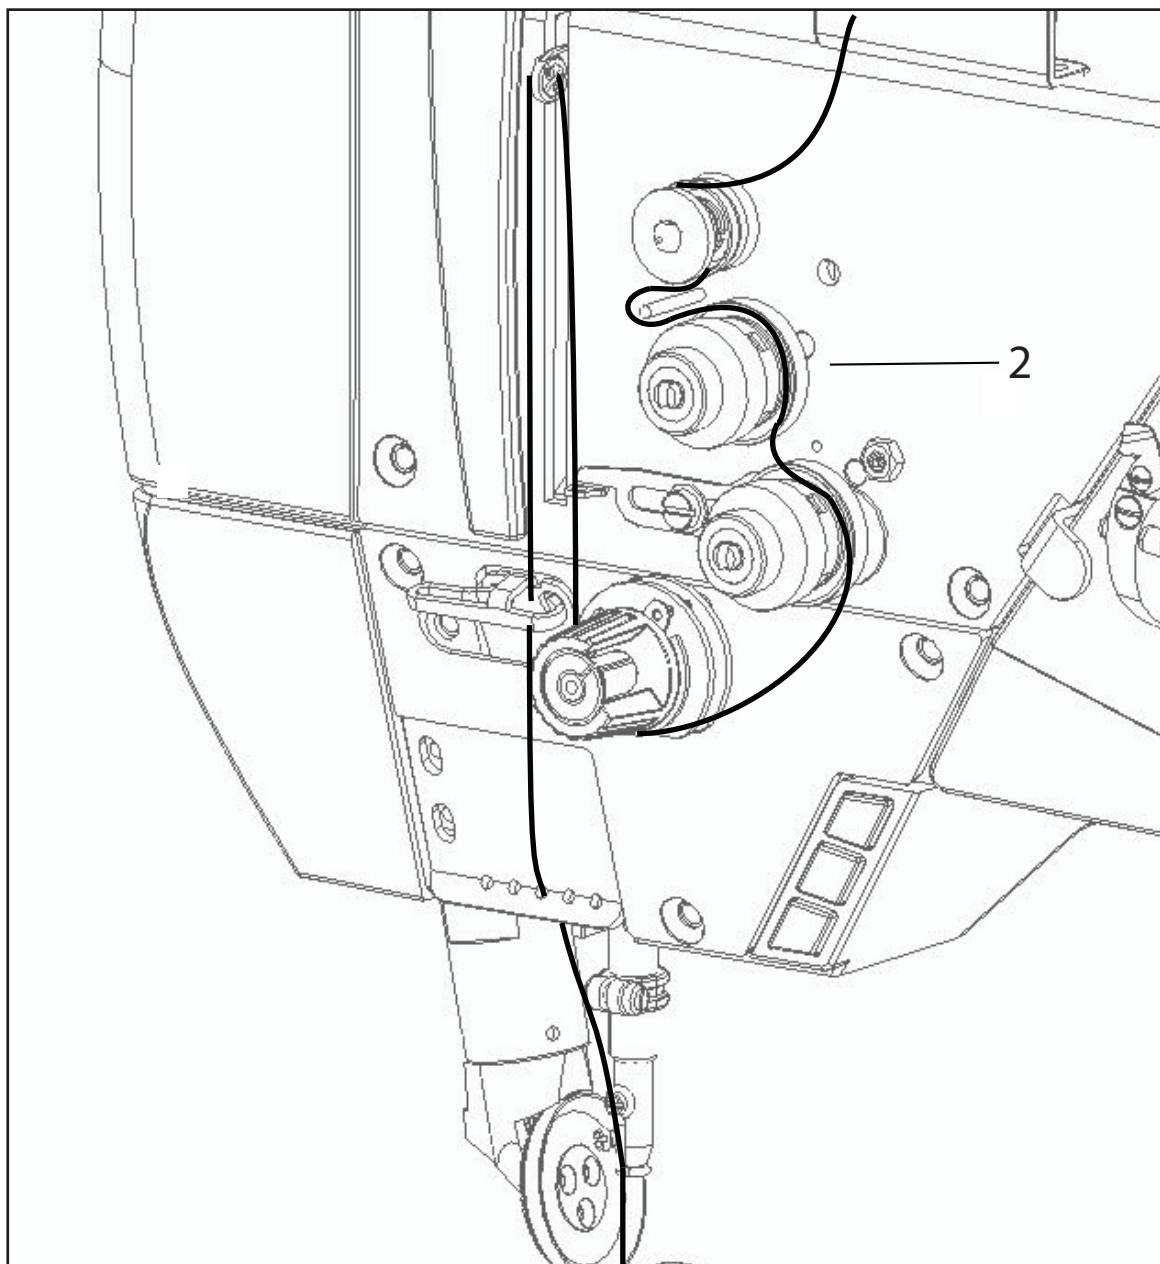

Fig.9.06
- Eseguire l'infilatura seguendo lo schema della Fig.9.06.